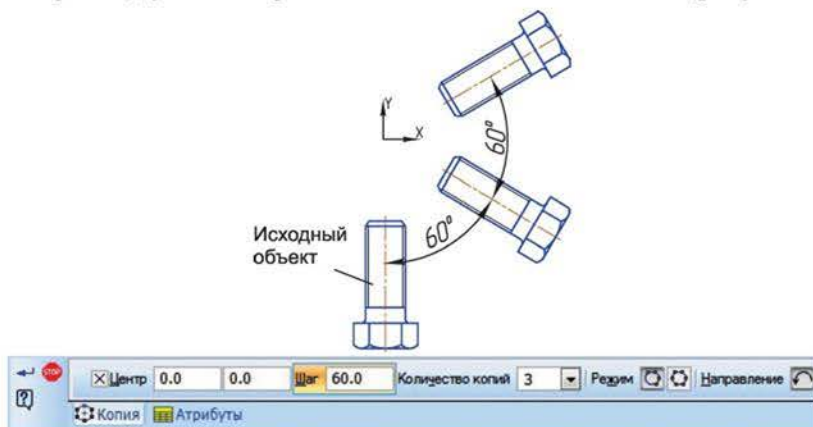

Рисунок 11.2 Изменение пространственного положения болта с копированием в режиме *Оставить исходные объекты*
2) Изменение пространственного положения выделенного объекта командой *Копия по окружности* из панели инструментов *Редактирование* . В *Панели свойств* указываются центр (0;0) и направление копирования (против часовой стрелки), угол поворота  $60^\circ$  и количество копий – 3 (рисунок 11.2).